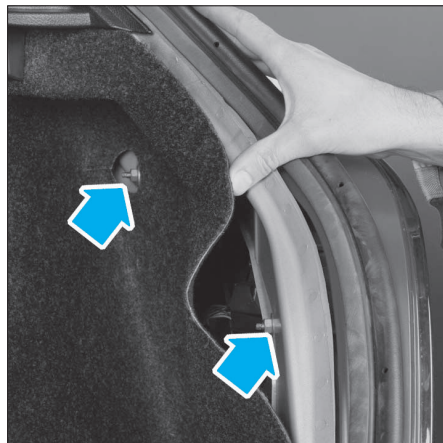

FIG. 60
- Déposer les 2 écrous (Fig.60) puis les feux arrière après avoir débranché les connecteurs.